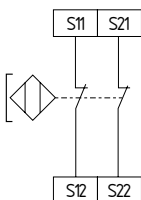

Fig. 5
- Fig. 5: Finecorsa a sinistra, parzialmente efficace sul livello di sicurezza 1 (contatti di abilitazione 13-14, 23-24)